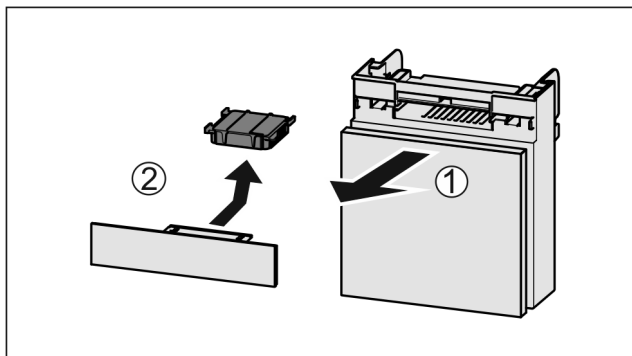

Fig. 207
- Tërhiqni kutinë nga përpara Fig. 207 (1).
- Hiqni filtrin me karbon aktiv Fig. 207 (2).